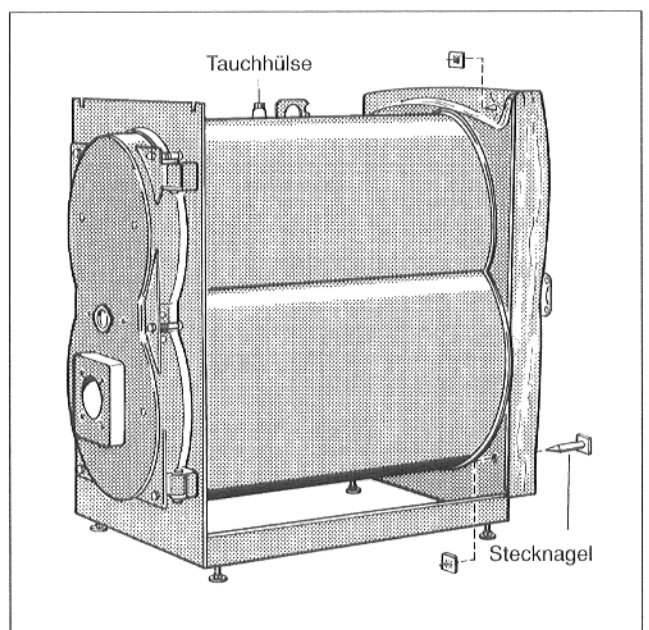

Abb. 4
- Rückwandwärmeschutz an Kessel-Körperrückwand anlegen und oben und unten mit je 2 Stecknägeln und Sicherungsplättchen sichern (Abb. 4).
- Schutzkappe von Tauchhülse entfernen (Abb. 4).
Die Tauchhülse muß zugänglich bleiben (Abb. 4).